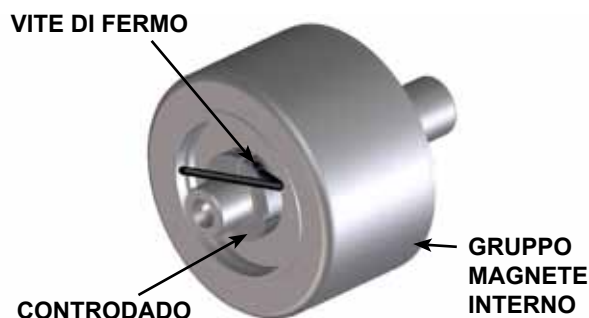

FIGURA 8
12. Inserire la barra di ottone nel rotore (36) attraverso una porta tra due denti del rotore e togliere il controdado diviso (66), vedere la figura 8. Estrarre il gruppo del magnete interno facendolo scivolare dall'albero. Accertarsi che la rondella di spinta esterna (60) non venga via assieme al gruppo del magnete interno. Se la rondella di spinta urta la chiavetta dell'albero (62) può incrinarla o romperla. Ricordare che si tratta di un magnete molto forte. Ispezionare il gruppo del magnete per controllare che non ci sia usura e sostituire se necessario. Se si richiede ulteriore smontaggio continuare con la fase seguente.